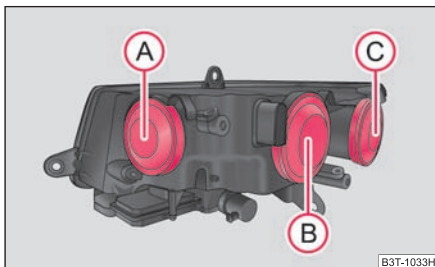

Fig. 233 Farurile din față:
Poziția becurilor în farurile din față ⇒ fig. 233.
- Scoateți capacul de protecție Ⓐ ⇒ fig. 233.
- Scoateți capacul de protecție **(B)** ⇒ pagina 258, fig. 233.